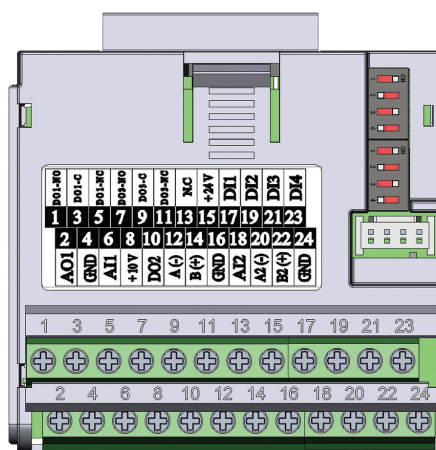

Figura 18.4: Módulo Plug-in CFW500-CRS485
O módulo plug-in CFW500-CRS485 tem a interface Serial (1) através da porta RS-485 nos bornes 12 (A-) e 14 (B+), bem como a interface Serial (2) também através de outra porta RS-485 nos bornes 20 (A2+) e 22 (B2+), veja Figura 18.4 na página 18-1.